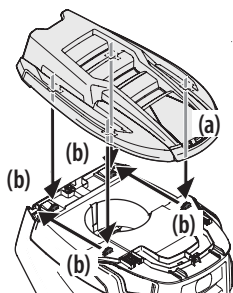

Figura 6
1. Para instalar la tapa del capó a presión (a), alinee los orificios de la tapa del capó (a) con las lengüetas (b) del cuerpo del capó como se muestra en la Figura 6.
2. Inserte las lengüetas (b) en la tapa del capó y tire hacia atrás para trabar en su lugar. Consulte la Figura 6.